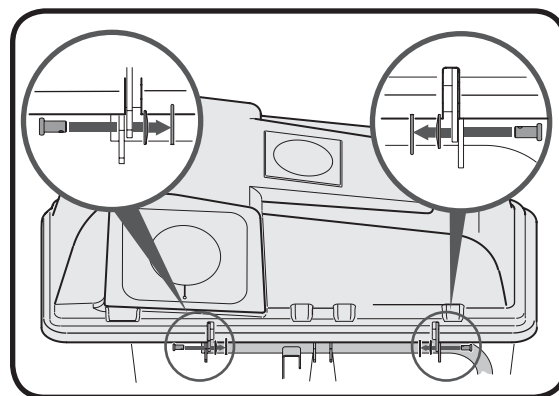

Figura 20
4. Inserte el pasador de horquilla a través de la bisagra del conjunto del tubo del soporte y luego a través de la cubierta de las bolsas para pasto. Vea la Figura 20.
5. Fijelo con una arandela Belleville y con un broche de horquilla con el lado de la corona de la arandela contra el broche de horquilla. Vea las imágenes intercaladas en la Figura 20.
NOTA: Inserte los pasadores de horquilla del exterior hacia adentro según se muestra en las imágenes intercaladas de la Figura 20.
Inserte los pasadores de horquilla del exterior hacia adentro según se muestra en las imágenes intercaladas de la Figura 20.